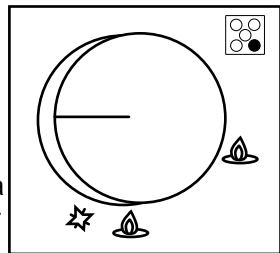

fig. 5
- Tourner le bouton (fig. 5) correspondant au brûleur choisi dans le sens inverse des aiguilles d'une montre et positionnez-le sur la position MAXIMUM (grande flamme). Utiliser un allume gaz à étincelle piézo-électrique.
- Tournez le bouton (fig. 5) correspondant au brûleur sélectionné dans le sens inverse des aiguilles d'une montre et positionnez-le sur MAXIMUM.